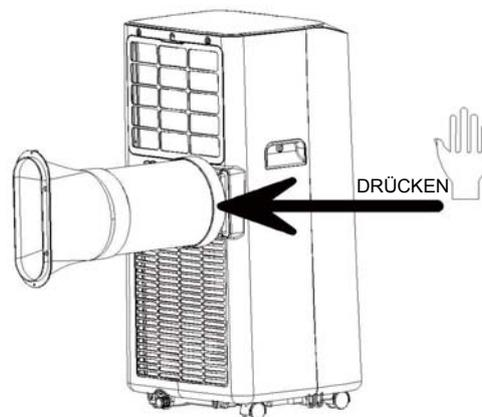

Abb. 1
1.1. Installieren Sie die Ablufteinheit (siehe Abb. 1)
- 2) Stecken Sie die Ablufteinheit (das Ende der Abluftverbindung) in den Luftschlitz auf der Rückseite (nach links drücken) und vervollständigen Sie anschließend die Einheit (siehe Abb. 1).